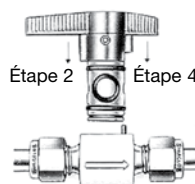

Fig. 3
4. Ôtez le manchon protecteur du boisseau cylindrique neuf. Introduisez le boisseau cylindrique bien droit dans le corps. Voir la figure 3.
2. Retirez le boisseau cylindrique en tirant la poignée vers le haut, puis retirez les joints toriques du boisseau cylindrique et jetez les joints. Voir la figure 3.
4. Introduisez le boisseau cylindrique bien droit dans le corps. Voir la figure 3.